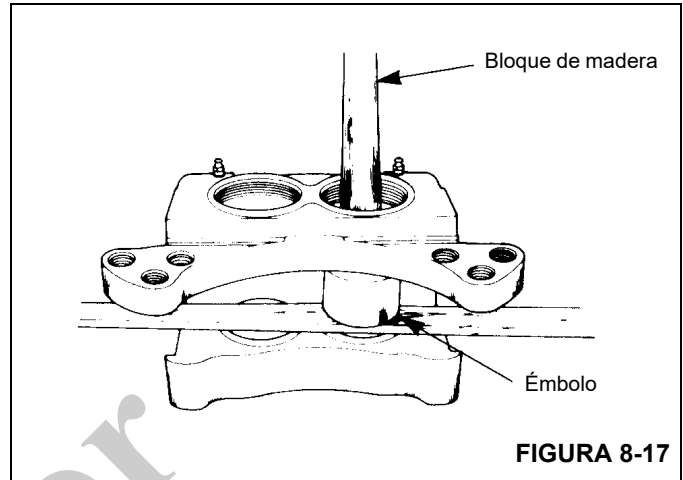

FIGURA 8-17
8. Retire los émbolos del lado de la caja con la placa de montaje. Empuje los extremos de los émbolos para forzarlos fuera por el lado del disco de la caja. Consulte la Figura 8-17.